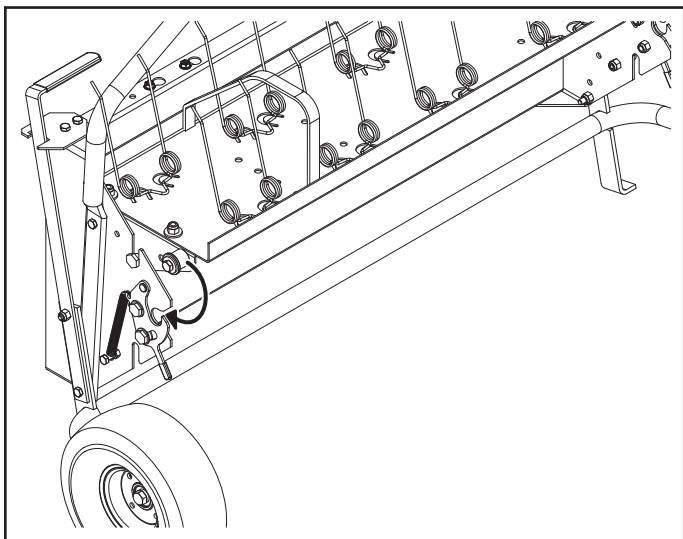

Figura 11
1. Com a plataforma repousando nos suportes dos pés, deslize os parafusos no cortador de grama para baixo nas fendas dos retentores. Veja figura 11.
2. Gire o cortador de grama até que os mancais entrem nos retentores do eixo. Veja figura 11.